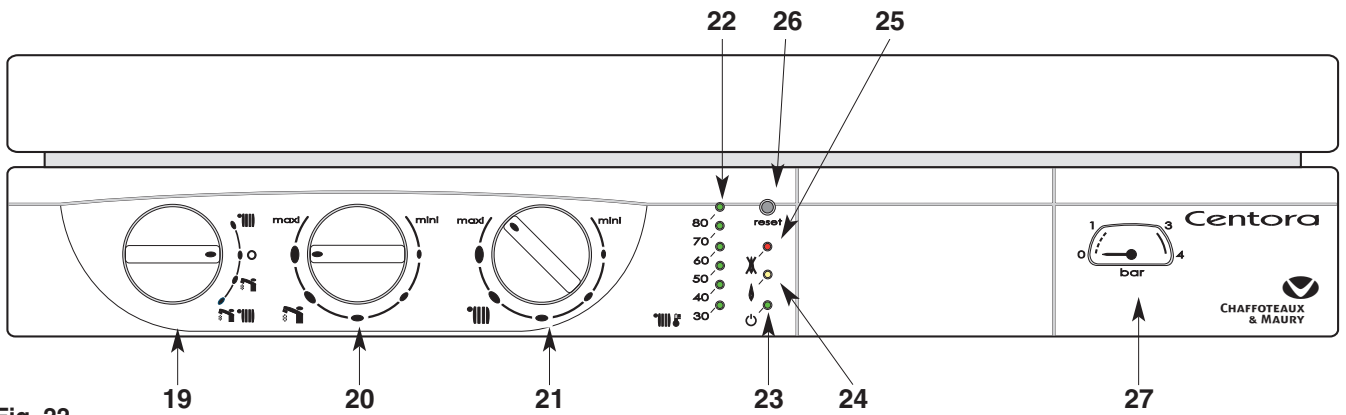

Fig. 22
Tableau de bord (fig. 22)
- Placez le commutateur **19** (fig. 22) en position «   » voyant vert **23** allumé ; le voyant orange **24** (fig. 22) s'allume chaque fois que le brûleur entre en fonction.
Le bouton de réglage du chauffage **21** «  » (fig. 22) donne la possibilité d'ajuster la température de l'eau du circuit de chauffage en fonction des besoins saisonniers.
L'indicateur **22** «  » (fig. 22) affiche cette température.
- Placez le commutateur **19** en position « **O** » le voyant vert **23** (fig. 22) reste allumé. La fonction hors gel de la chaudière reste active.
*Ne pas oublier de le rouvrir en début de saison de chauffage, lorsque l'on replace le commutateur **19** (fig. 22) en position «   ».*
Après vérification du circuit de ventilation (gaine, extracteur, etc...) il sera possible de réarmer la chaudière (en agissant sur le bouton 26 fig. 22), le thermostat, refroidi, aura remis le circuit et la température d'extraction des produits de combustion sera normale.